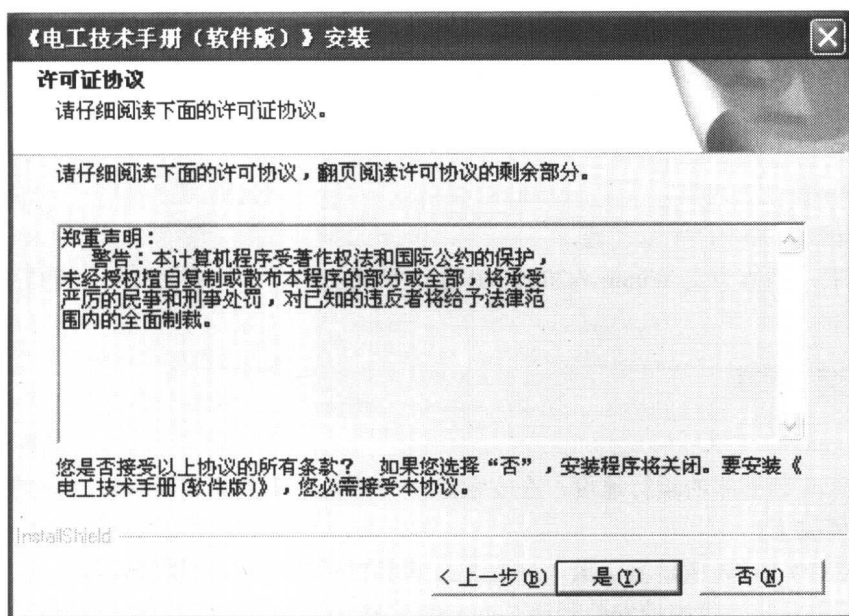

图 1-2 许可协议界面
- （3）单击“下一步”按钮，进入图 1-2 所示的关于软件使用的许可协议界面。在用户安装协议中，说明了用户的权利和义务。在您阅读协议内容并表示同意后，单击“是”按钮。